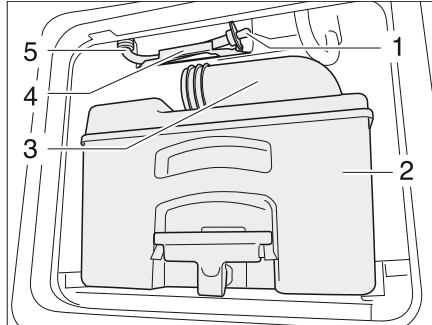

Bild 373 Avloppsslang vattentank toalett
- Töm kassetten (Bild 373,2) på ett därför godkänt avloppshanteringsställe och rengör den.
- Lämna tömningsröret (Bild 373,3) vara öppet.
- Tag ut avloppsslangen (Bild 373,5) ur hållaren (Bild 373,4).
- Ta ur avloppsproppen (Bild 373,1) och låt resterande vatten rinna ut.